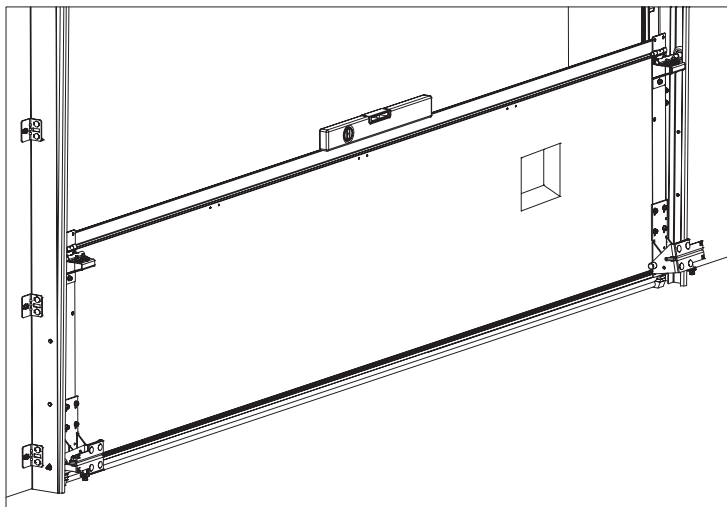

Рис.27
Сборка и установка нижней секции полотна ворот показана на рис. 27
- 2) установить и закрепить ко второй секции боковые петли в соответствии с рис.27. 1 и 27.2